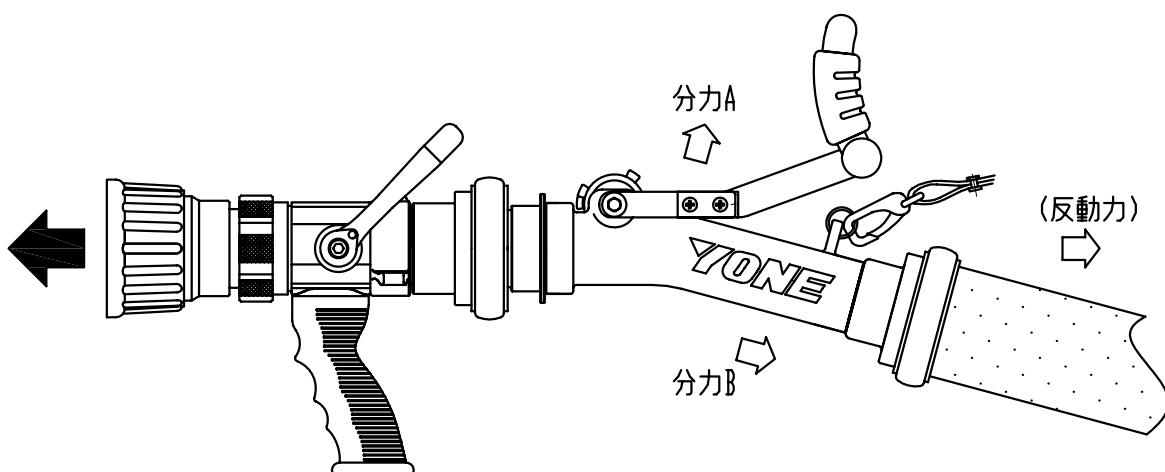

図2-2 クアドラフォグノズル + PEH-40A・50A
- ・e-ノズルフォルダーでは独自の形状により下図のように反動力を分けることが出来ます。(図2-2参照)。